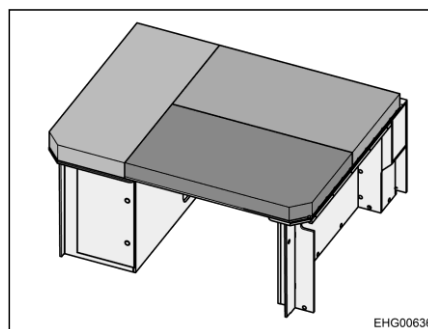

Bild 38 Bakre säng (ombyggnad för
- Lägg ut dynorna enligt Bild 38 på sängytan.